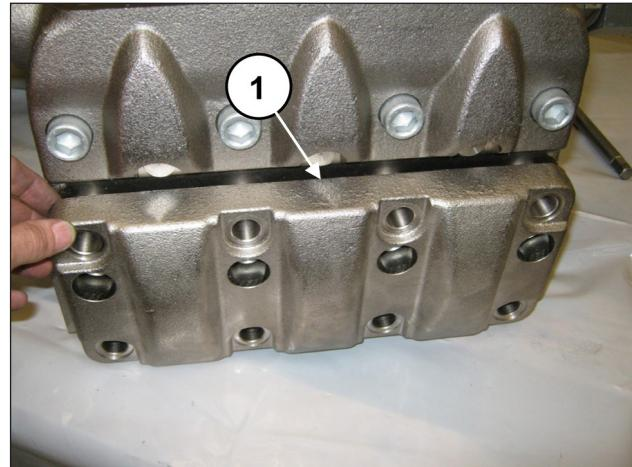

Fig. 152
Dopo aver terminato il montaggio dei gruppi valvola aspirazione applicare il coperchio valvole aspirazione (pos. ①, Fig. 152) e avvitare le 8 viti M16x45 (pos. ①, Fig. 153).